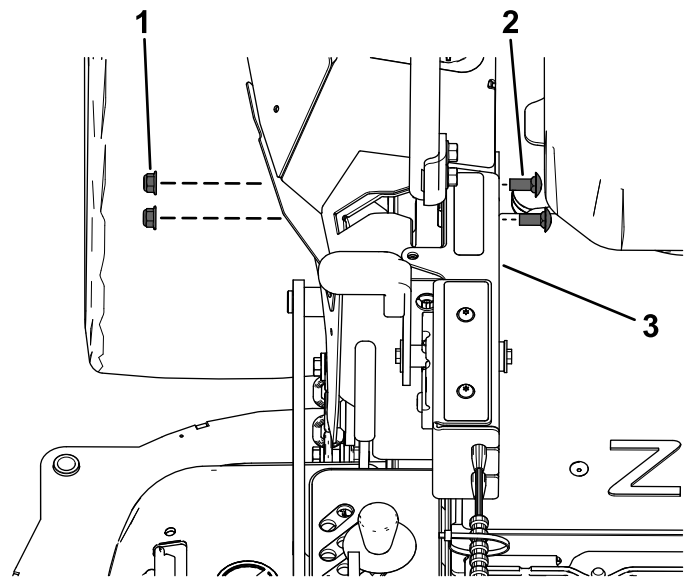

**Figura 10**
3. Retire os quatro parafusos com olhal que prendem o módulo do lado direito (Figura 10).
4. Remova o módulo do lado direito (Figura 10).
7. Prenda o módulo do lado direito utilizando os quatro parafusos com olhal previamente removidos (Figura 10).